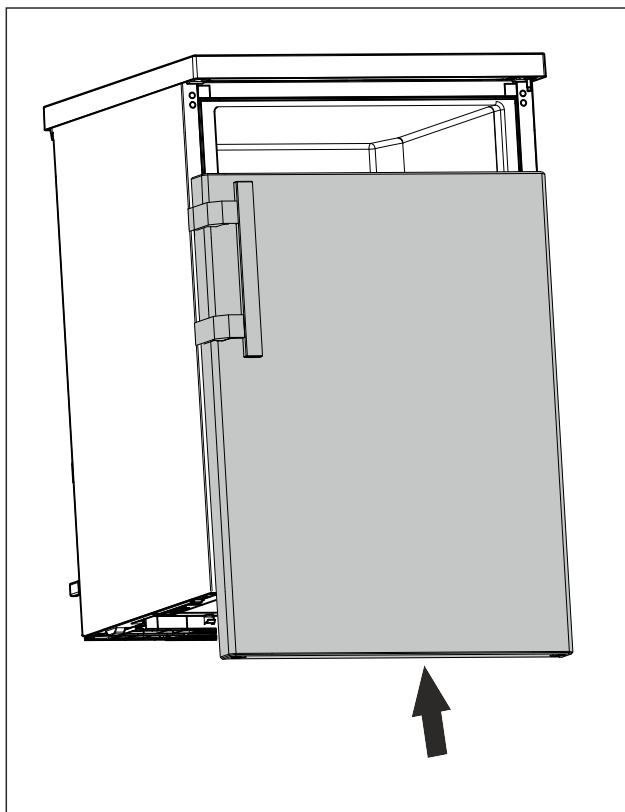

Fig. 24
- Inserire la porta chiusa sul perno superiore. (vedere Fig. 24)